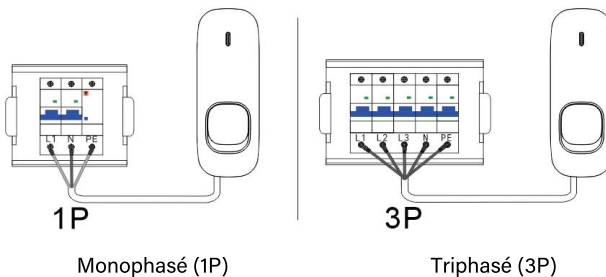

Fig 5 Schéma d'alimentation électrique
4.3 Alimentation électrique de la borne (Fig 5)